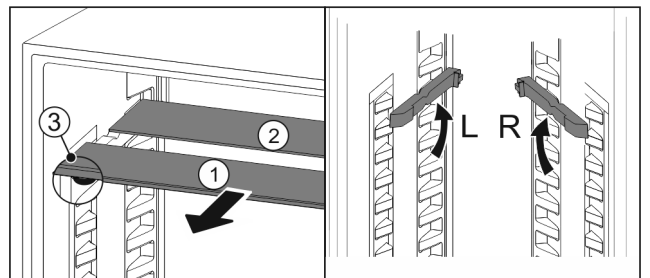

Fig. 131
- Посуньте Fig. 131 (1) скляну панель вперед.
- ▷ Скляна панель Fig. 131 (1) з декоративною планкою лежить спереду.
- ▷ Стопори Fig. 131 (3) показують вниз.